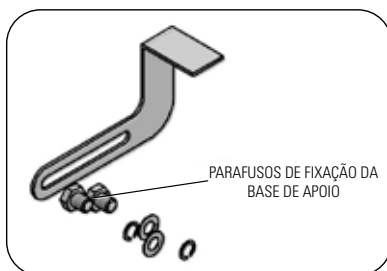

FIGURA 9.1
2. Regule a distância entre o rebolo e a base de apoio para ferramenta a fim de manter 1/16" (1,6 mm) ou menos, na medida em que o diâmetro do rebolo diminui com o uso. Figura 9.1 Realize o ajuste caso exista interferência. Os ajustes apropriados das bases de apoio de ferramenta fornecerão o ângulo de trabalho adequado para um esmerilhamento eficiente;